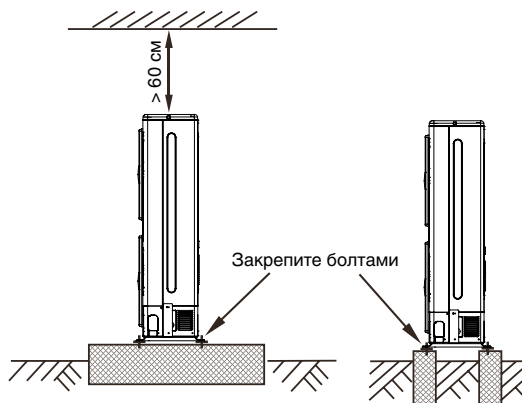

Рис. 3-7
- Подготовьте бетонное основание в соответствии с характеристиками наружного блока (см. рис. 3-7).
- Надежно закрепите болтами опоры блока, чтобы предотвратить его падение в случае землетрясения или сильного ветра (см. рис. 3-7).